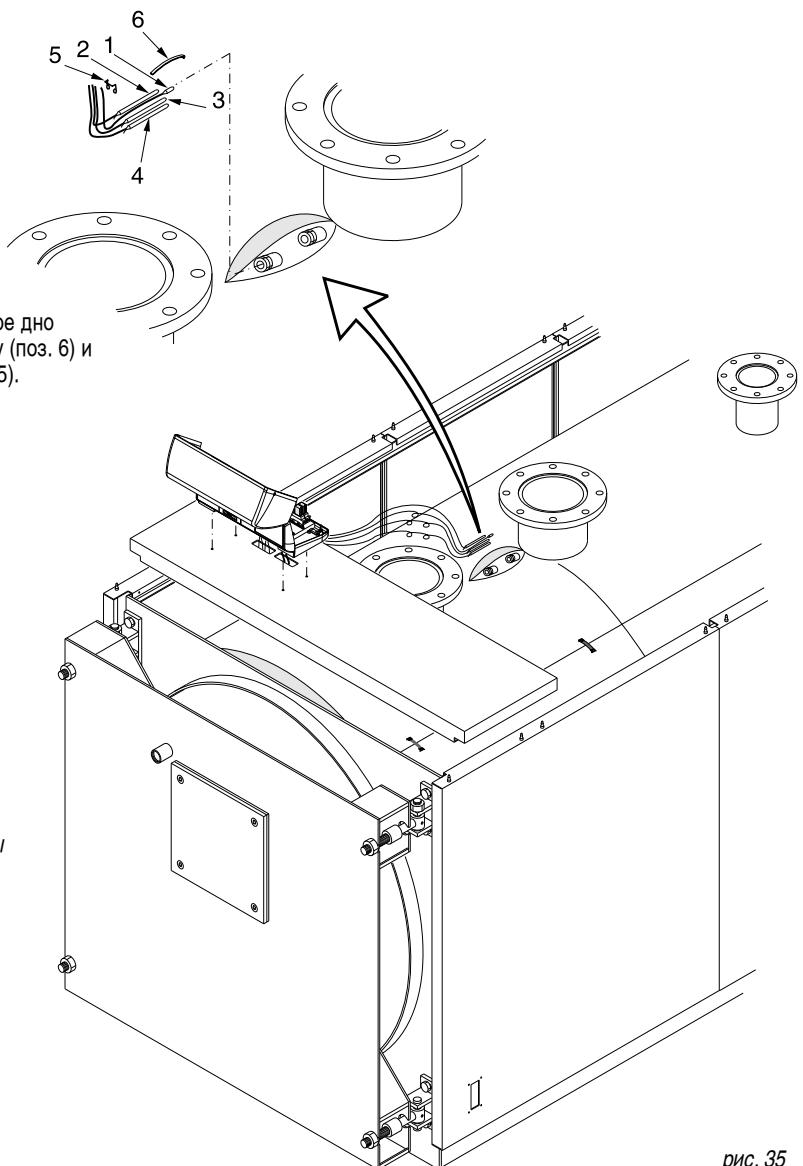

рис. 35
E) Вставить датчики приборов в манжеты, как показано на рис. 35 и подключить пульт управления к электропитанию, к горелке, насосам, и т.д. Закрыть крышку панели управления. Провести кабель горелки через боковую панель (поз. 5) со стороны, удобной для подключения и зафиксировать кабель при помощи прилагаемого хомута.
Произведите установку датчиков в погружную гильзу, расположенную в верхней части котла (см. рис. 35) в следующей последовательности: датчик температуры (поз. 1), термостат рабочей температуры (поз. 2), предохранительный термостат (поз. 3), термостат минимальной температуры (поз. 4). Для улучшения контакта с котлом, рекомендуется опустить датчики на самое дно погружной гильзы. Далее установите дугообразную пружину (поз. 6) и зафиксируйте провода датчиков при помощи пружины (поз. 5).